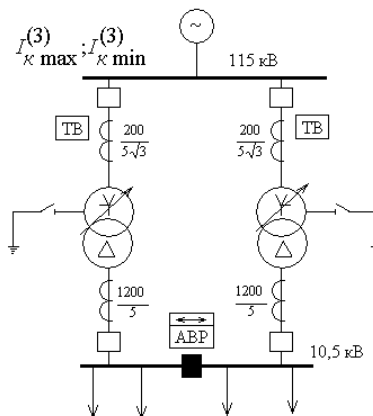

Рис.7.
4. Двухтрансформаторная подстанция промышленного предприятия получает питание от шин системы (рис.7). Установившееся значение тока трёхфазного КЗ на шинах системы в максимальном режиме составляет 8100 А, в минимальном режиме – 7500 А. Трансформаторы, установленные на подстанции - ТДН-16 МВА; $115 \pm 9 \times 1,78\% / 11 \text{ кВ}$; $u_{к.ср} = 10,5\%$, $u_{к.мин} = 9,8\%$, $u_{к.макс} = 11,7\%$. На стороне 10 кВ трансформаторы работают раздельно. Параллельная работа трансформаторов не предусматривается. На секционном выключателе установлено устройство АВР. Выбрать схему токовых цепей максимальной токовой защиты трансформатора, определить параметры её срабатывания и оценить её чувствительность